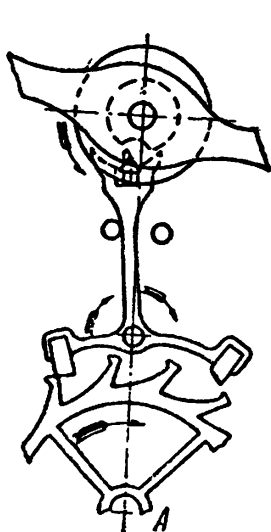

Рис. 88. Угол подъема баланса
6. Углом подъема баланса называется путь, пройденный балансом от момента касания эллипса о бок паза вилки (рис. 88, А) до момента выхода эллипса из паза (рис. 88, Б). Угол подъема равен 30° — 35° . Угол подъема состоит из угла освобождения 6° и угла импульса 24° . Угол импульса осуществляется за счет силы заводной пружины, а угол освобождения — за счет силы волоска.